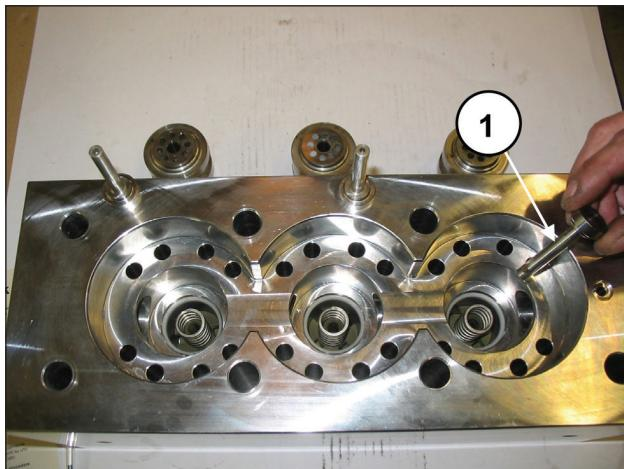
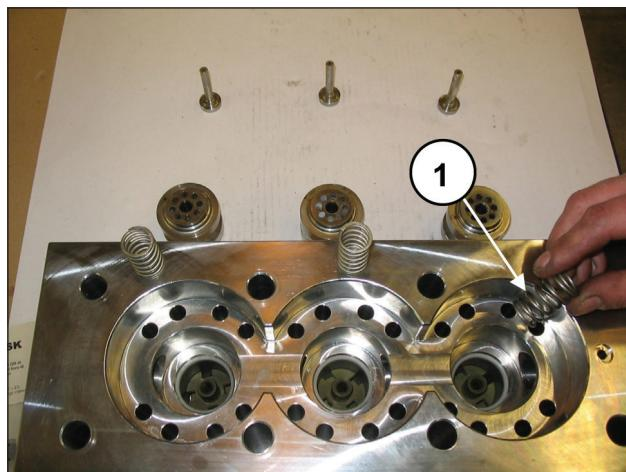
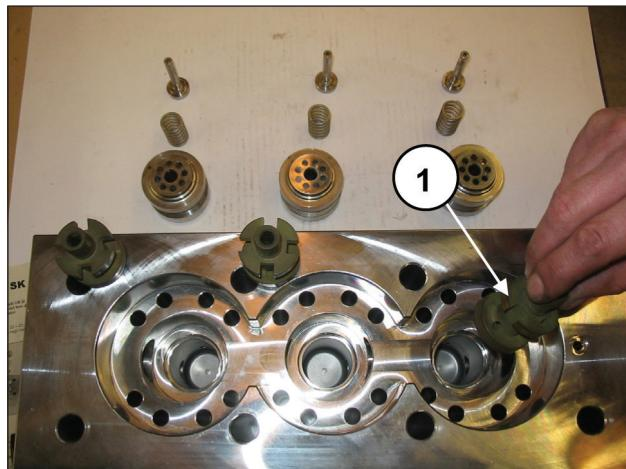

图 106
图 107
图 108
取出排出盘 (①, 图 106) 和相应的导板 (①, 图 108) 以及相应的弹簧 (①, 图 107) · 检查它们的磨损状态 · 并在必要时更换 · 且无论如何也须按照《使用和维护手册》第11章中指定的时间间隔更换。